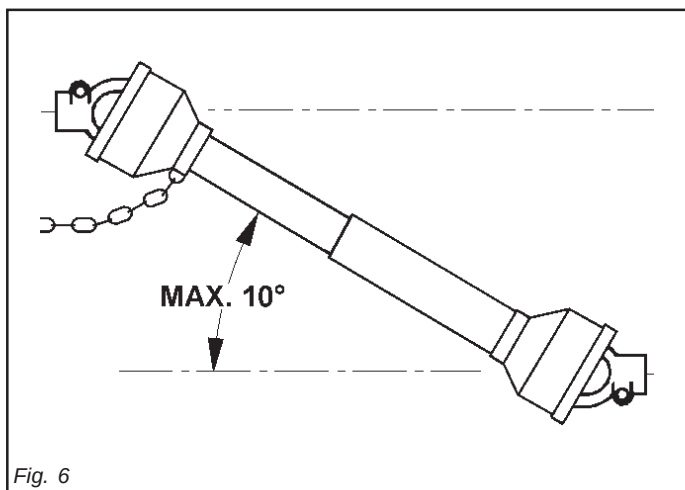

Fig. 6
- 43) Disinserire, sempre, la presa di forza quando l'albero cardanico fa un angolo troppo aperto (mai oltre i 10 gradi - Fig. 6) e quando non viene usata.